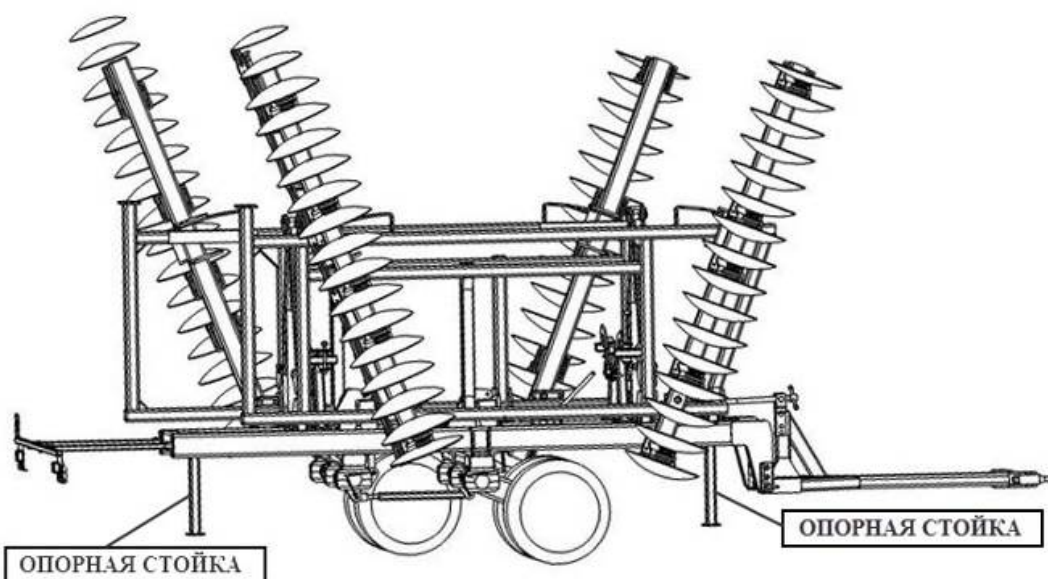

Рисунок 7.
- Поднять опорные стойки (рис. 7) спереди и сзади агрегата.